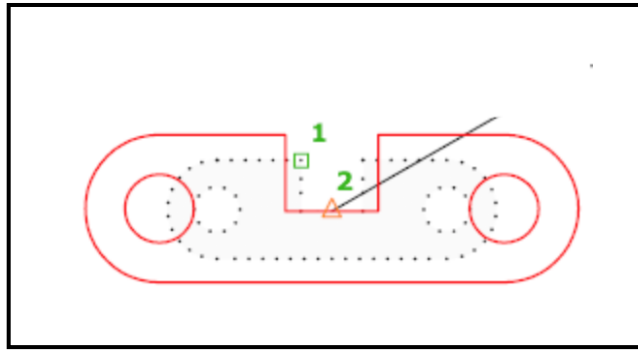

Рис. 13
4. Зменшити заданий об'єкт в 3 рази відносно заданої точки (1) (рис. 13).